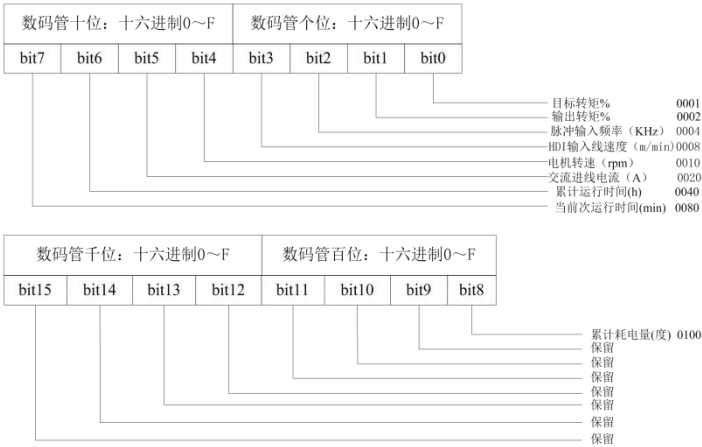

图 5-20.LED 运行显示位对应图
设置方法参照F7-29,如图 5-20 所示，将需要显示的量对应的 16 进制值设入F7-65,即为运行显示。
- 1：有电机过载保护功能，保护时间与电机电流的关系参照图5-20。